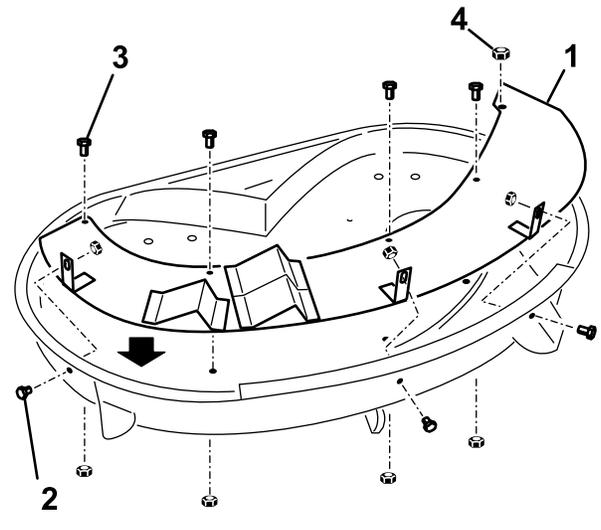

Figure 2
1. Montez le déflecteur supérieur, les languettes pointées vers l'intérieur du plateau de coupe, comme illustré à la Figure 2. Le filetage de la tige de l'éjecteur doit sortir par le trou du déflecteur.
2. Vissez le contre-écrou retiré précédemment sur la tige de retenue de l'éjecteur pour fixer le déflecteur au plateau de coupe (Figure 2).
3. Montez trois boulons (5/16 x 5/8") et trois écrous à embase (5/16") sur chaque languette en passant par le côté du plateau de coupe comme illustré à la Figure 2. Montez les fixations en plaçant les écrous à l'intérieur.
4. Montez quatre boulons (1/4 x 5/8") dans le déflecteur jusqu'en haut du plateau de coupe et fixez-les avec quatre contre-écrous (1/4"), comme illustré à la Figure 2.